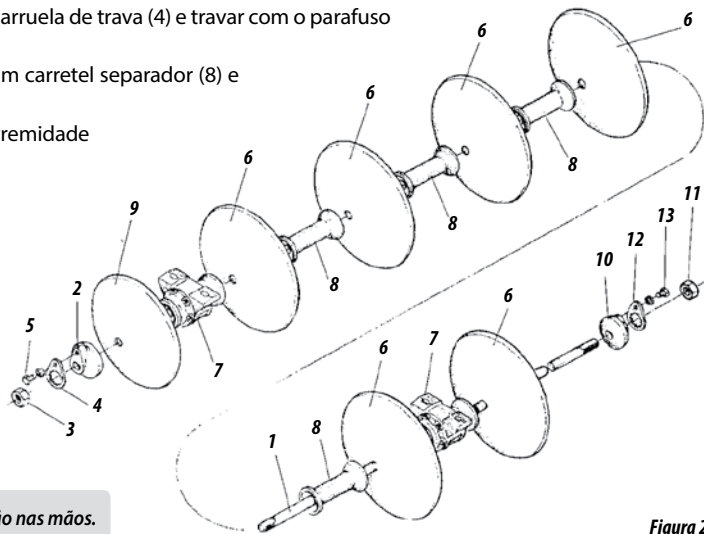

Figura 2
- 02 - Colocar o eixo (1), figura 2, a arruela de encosto (2), uma porca (3), a arruela de trava (4) e travar com o parafuso (5). Observar que a ponta do eixo fique faceando com a porca.
- 03 - Colocar no eixo (1), um disco (6), um mancal* (7), outro disco (6), um carretel separador (8) e assim sucessivamente conforme figura (2).